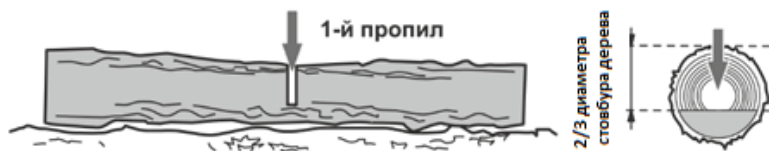

Рисунок 11. Схема попереднього розпи́лу колоди.
1. Перший розпил зробити зверху вниз на $\frac{2}{3}$ діаметра стовбура дерева (рис. 11).